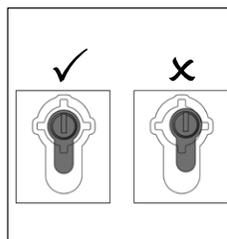

Fig. 4
- Especialmente em cilindros embutidos, o rolo do cilindro deve estar centrado/centralizado na abertura, como mostrado na fig. 4.